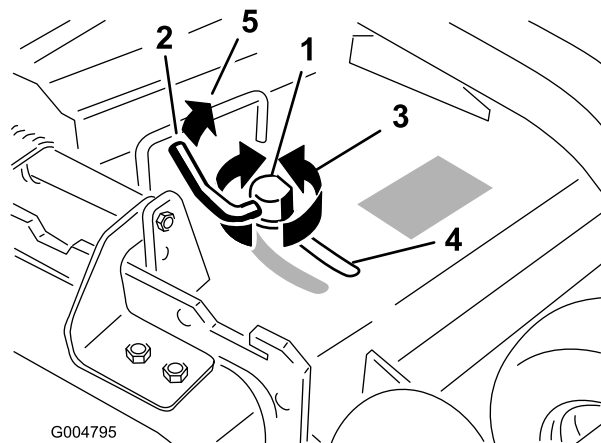

Figura 18
3. Para ajustar el bloqueo de leva, levante la palanca para aflojar el bloqueo de leva (Figura 18).
5. Devuelva la palanca a su posición original para apretar el deflector y el bloqueo de leva (Figura 18).